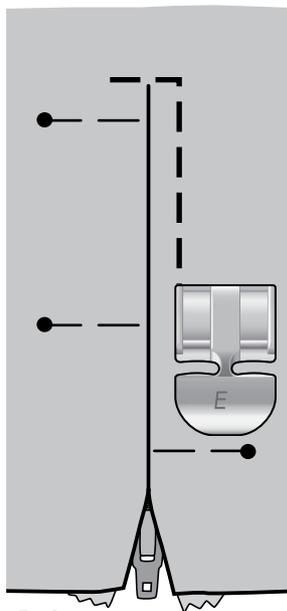

Fig. 2
4. Cominciare a cucire la base, girare il tessuto e cucire il lato destro della cerniera, fino alla fine (v. fig. 2).